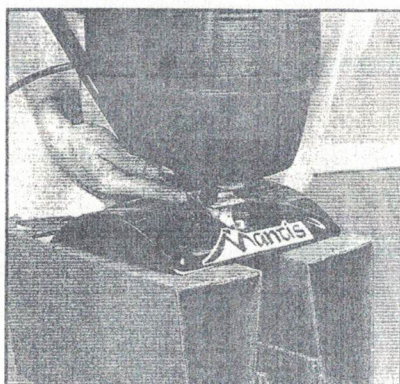

Рис. 5
4. Теперь установите распорку для ручек (№ 14). Совместите верхние отверстия в ручках и распорке, вставьте в них болты (№ 13) и наживите контргайки (№ 17). (рис. 5)